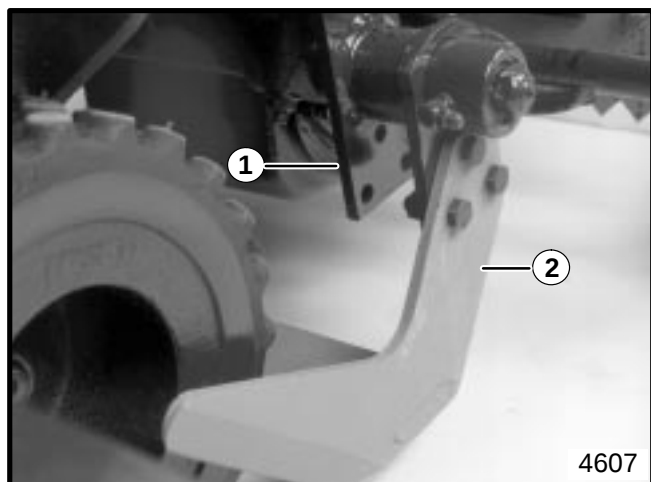

Figura 4
9. Sujete la hojilla para cortar a los brazos laterales. Asegúrelas usando seis (6) 5/16–24 x 1" tornillos y tuercas de reborde. Vea la Figura 4. Rote a 25 piés-libras (34 N-mts).